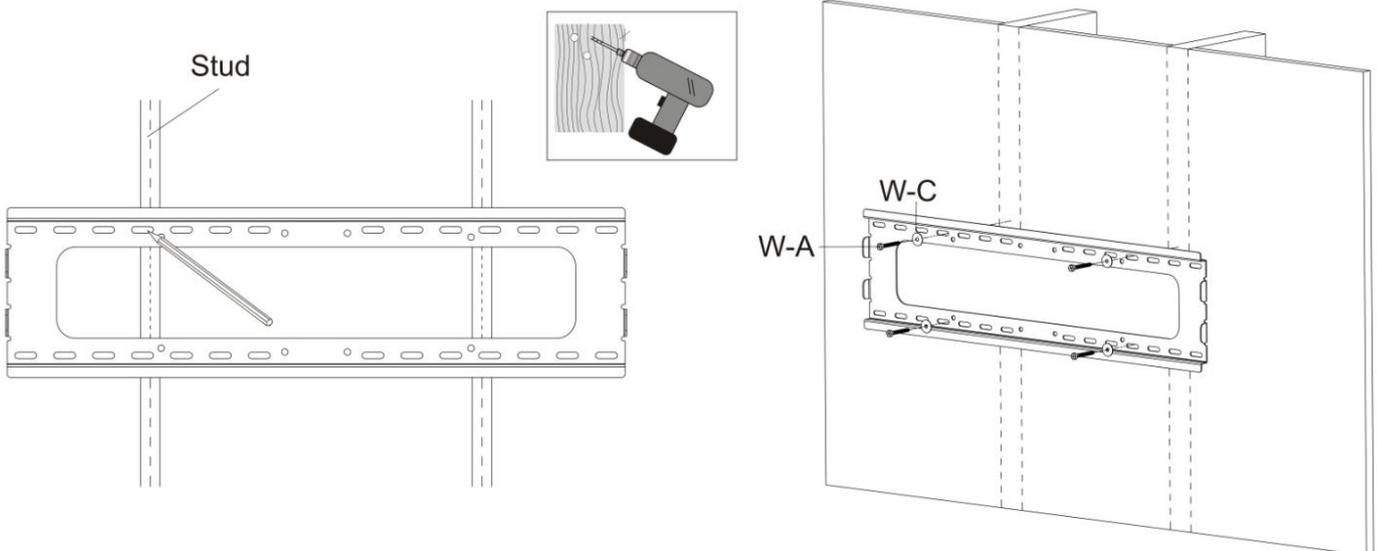

Fig. 2
- 3) Percez quatre trous de 1/8" (3 mm) de diamètre et de 1,2" (30 mm) de profondeur. Utilisez quatre tire-fonds (W-A) et quatre rondelles M6 (W-C) pour assurer le système de montage, comme cela est indiqué dans la Fig. 2.